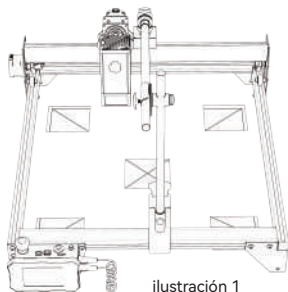
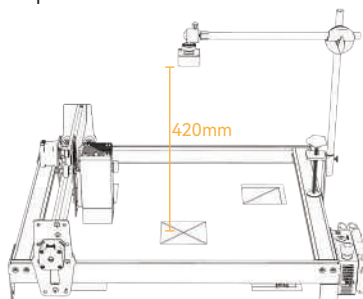

ilustración 1
ilustración 2
4.2 Fije la cámara montada en la máquina (Imagen 1), Preste atención a mantener la posición de la máquina y el papel sin cambios; ajuste la posición de la cámara de modo que la distancia entre el plano de trabajo y la lente de la cámara sea de 420mm (Imagen 2), y haga que el centro de la lente de la cámara se alinee con la posición transversal tanto como sea posible (Imagen 3).
4.2 Закрепите собранную камеру на машине (Рис. 1), обратите внимание, чтобы положение машины и бумаги оставалось неизменным; отрегулируйте положение камеры так, чтобы расстояние между рабочей плоскостью и объективом камеры составляло 420 мм (Рис. 2), и чтобы центр объектива камеры максимально совпадал с положением креста (Рис. 3).